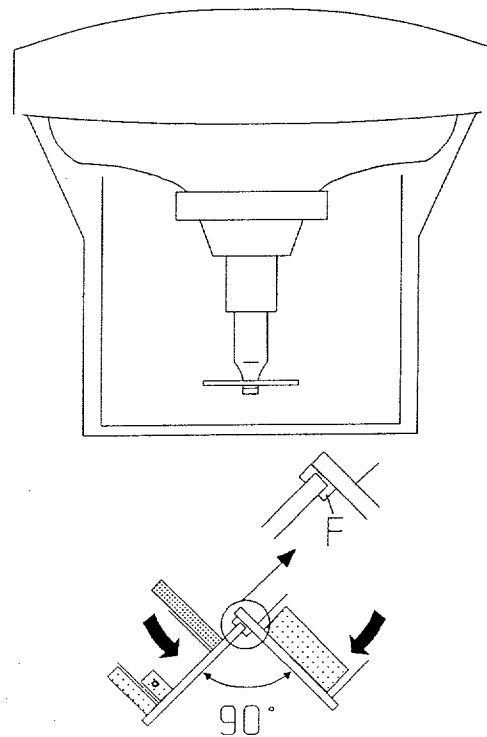

Abb. 4.3
3. Serviceposition für Reparaturen (Abb. 4.3)